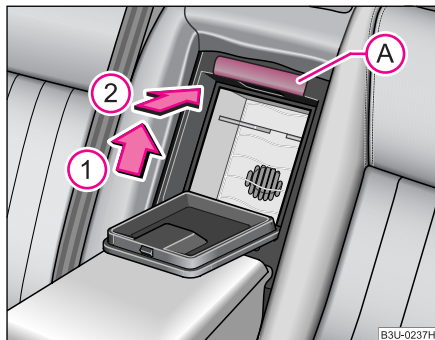
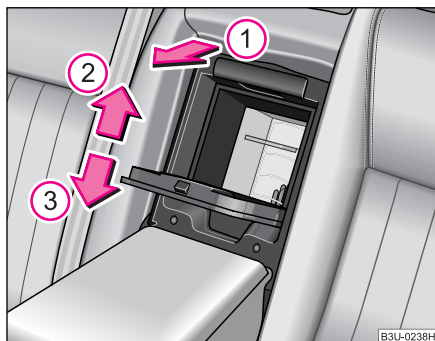

Fig. 70 Demontarea cutiei frigorifice
Fig. 71 Montarea cutiei frigorifice
- Trageți încuietoarea (A) ♥ fig. 70.
- Apăsăți pe partea superioară a cutiei frigorifice în sensul săgeții (1) și așezați cutia în portbagaj (vezi săgeata (2)).
- Rabatați capacul cutiei pe marginea de fixare ♥ fig. 71.
- Trageți cutia de marginea de sus în față, până la limită (vezi săgeata (1)), apăsați cu mâna pe peretele superior (vezi săgeata (2)), trageți cutia din nou în față și apăsați-o în jos (vezi săgeata (3)).
- Deplasați încuietoarea (A) ♥ fig. 70 până la limită în ramele de fixare.